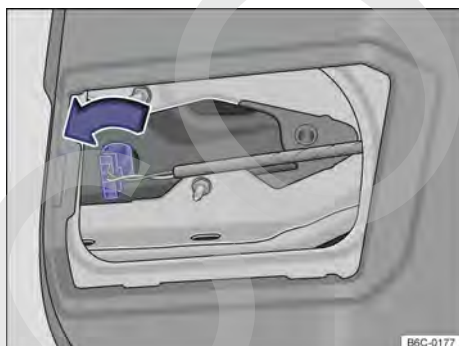

Fig. 134 En la tapa trasera: desinstalar el portalámparas.
4. Girar el portalámpara → fig. 134 hasta el tope en sentido antihorario y desengancharlo del alojamiento.